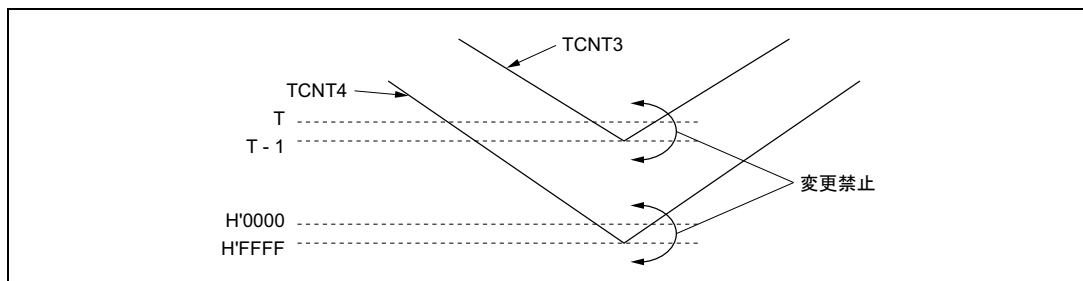

図 10.41 バッファ動作による GR の設定変更時の注意 (2)
GR の内容が H'0000~T-1 の範囲であるとき、この範囲外の値は転送しないでください。また、GR の内容がこの範囲外であるとき、この範囲内の値は転送しないでください。バッファ動作による GR の設定変更時の注意 (2) を図 10.41 に示します。